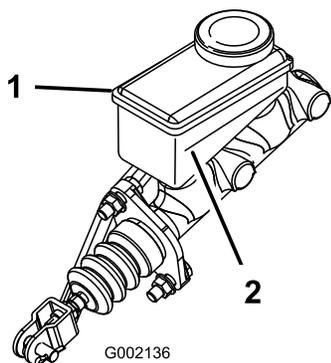

Figura 50
2. Mire el lateral del depósito. El nivel debe estar por encima de la línea Mínimo (Figura 50). Si el nivel de líquido es bajo, limpie la zona alrededor del tapón, retire el tapón y llene el depósito hasta que el nivel esté por encima de la línea Mínimo. No llene demasiado.